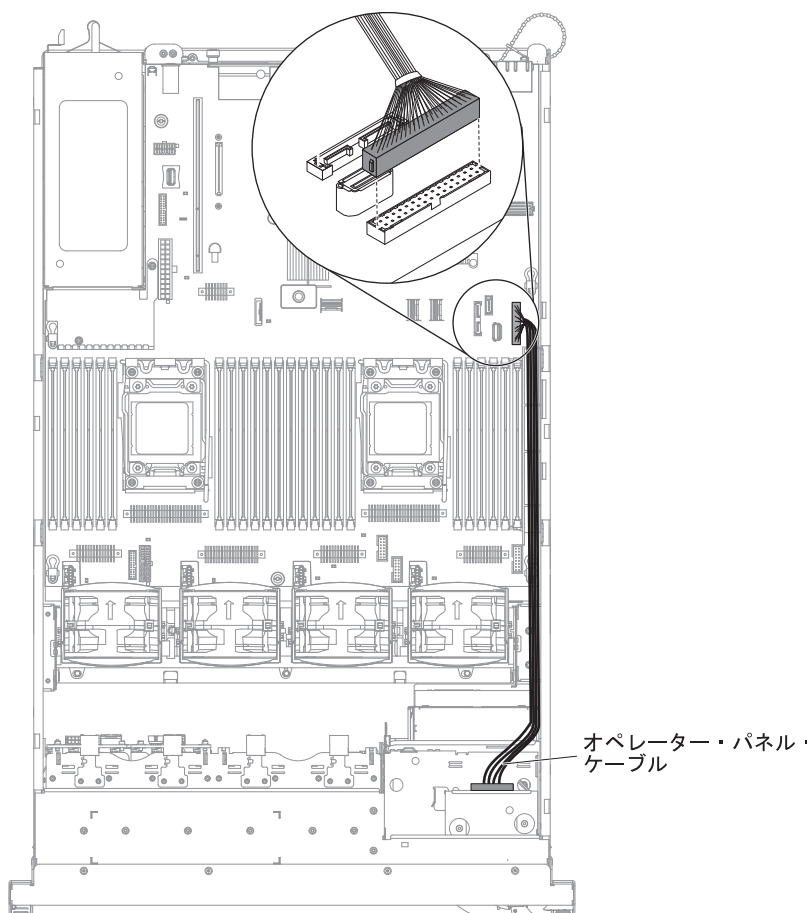

図 165. 2145-DH8 オペレーター情報パネル・ケーブルの接続
4. オペレーター情報パネルのケーブルをシステム・ボードに接続するには、206 ページの図 165 に示すように、ケーブルを均等に押し込みます。ケーブルの片側だけを押しと、ケーブルやコネクタを損傷する可能性があります。